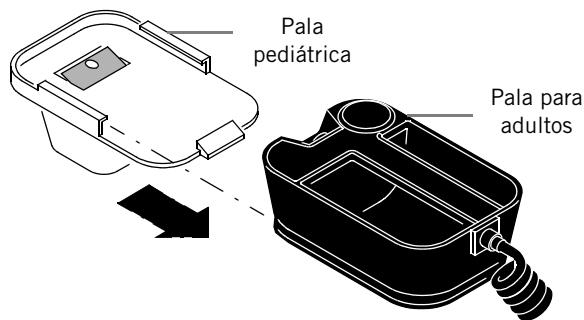

Figura 6-6 Acoplamiento de una pala pediátrica
1. Deslice las palas pediátricas sobre sendas palas para adultos limpias, comenzando por la parte frontal de estas últimas (consulte la Figura 6-6).